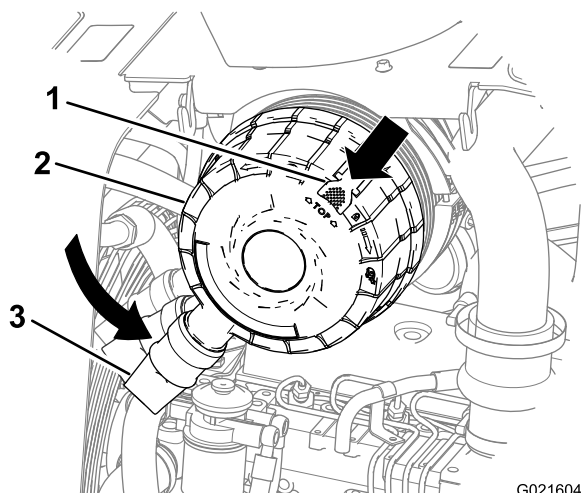

Рисунок 48
3. Поверните крышку фильтра против часовой стрелки, чтобы пыленепроницаемая крышка была в положении «на 7 часов» (Рисунок 48).